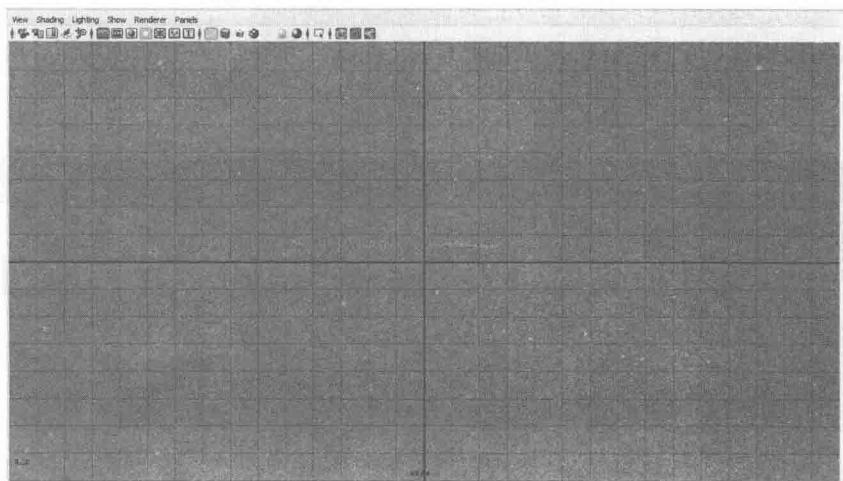

图 1-5
2) 切换到四视图视窗后, 将鼠标置于 Side (侧视图) 视窗中, 按<Space>键将“侧视图视窗”放大到最大。高脚杯剖面图的绘制将在这个视窗中进行, 如图 1-5 所示。